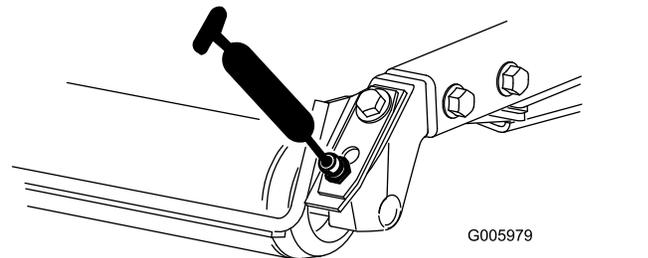

Figura 53
- Cuscinetti a rulli posteriori (2 per apparato di taglio) (**Figura 53**)